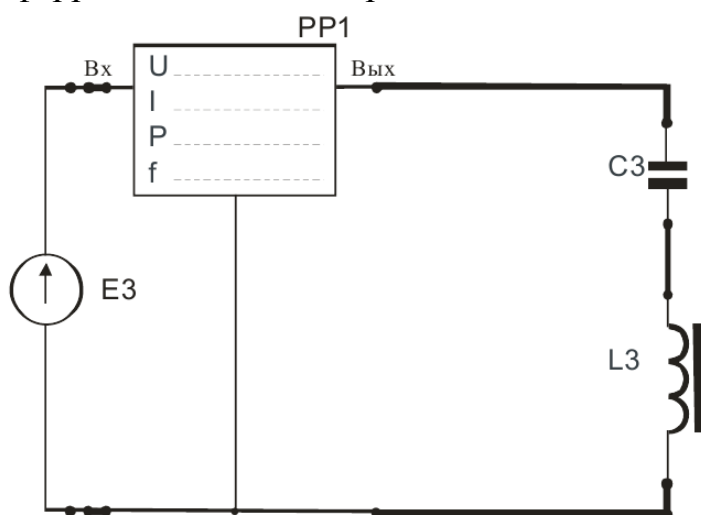

Рис. 2
3.5. Собрать электрическую цепь с последовательным соединением катушки с ферромагнитным сердечником $L3$ и конденсатора $C3$ (рис. 2).